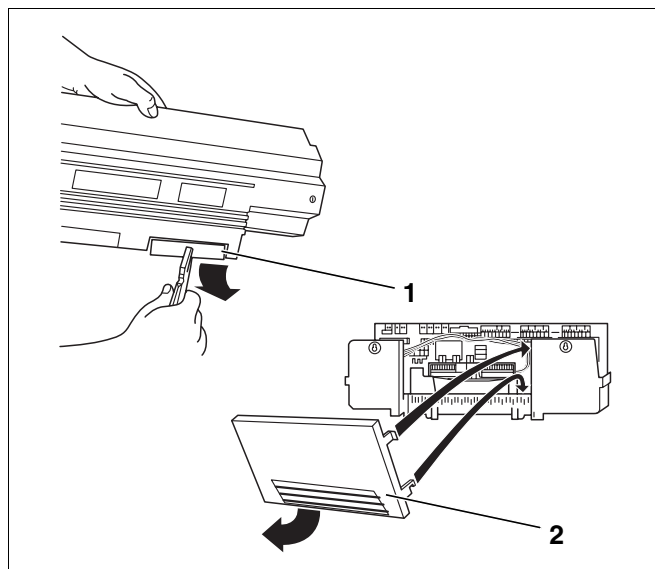

Рис. 35 Подготовка кабельного прохода
- Отломить заглушку (рис. 35, поз. 1), если это необходимо, на задней стенке кабельного прохода (Logamatic 4xxx) или снять часть задней стенки (Logamatic 4xxx) (рис. 35, поз. 2).